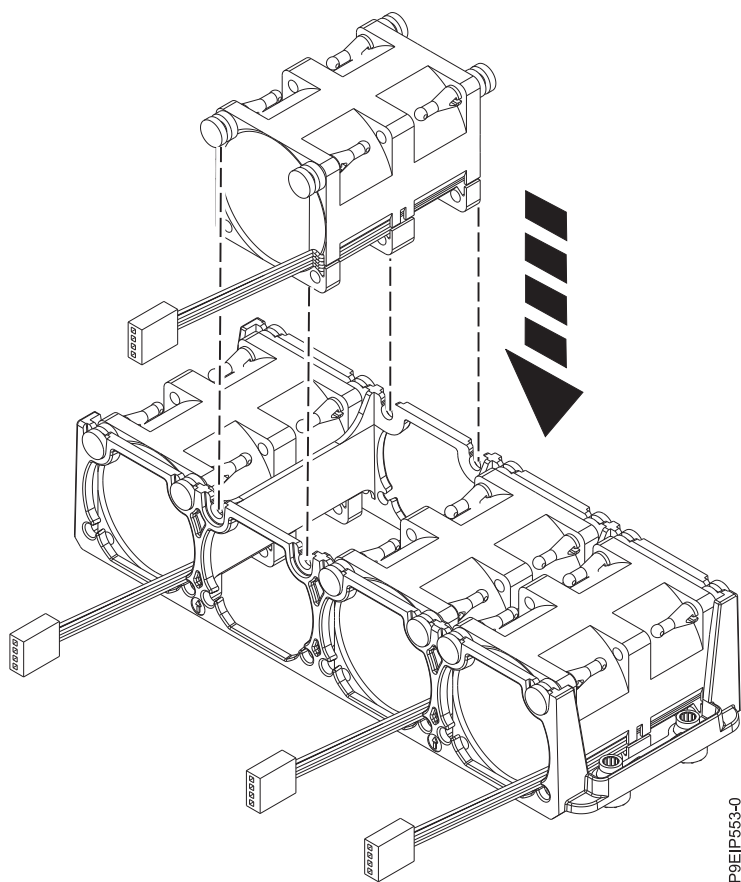

Figure 16. Remplacement d'un ventilateur
2. Avec le support de ventilateur levé, poussez le ventilateur dans le boîtier comme indiqué dans la figure 16, à la page 22. Alignez les vis de butée du ventilateur avec les emplacements du support de ventilateur.